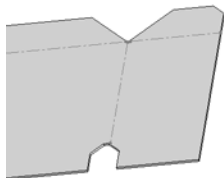

图 7-84 生成边角剪裁特征
- 4) 设置“断开边角”属性管理器。在“折断类型”中选择“倒角”选项, 输入距离值 10.00mm, 单击“确定”按钮, 生成边角剪裁特征, 如图 7-84 所示。